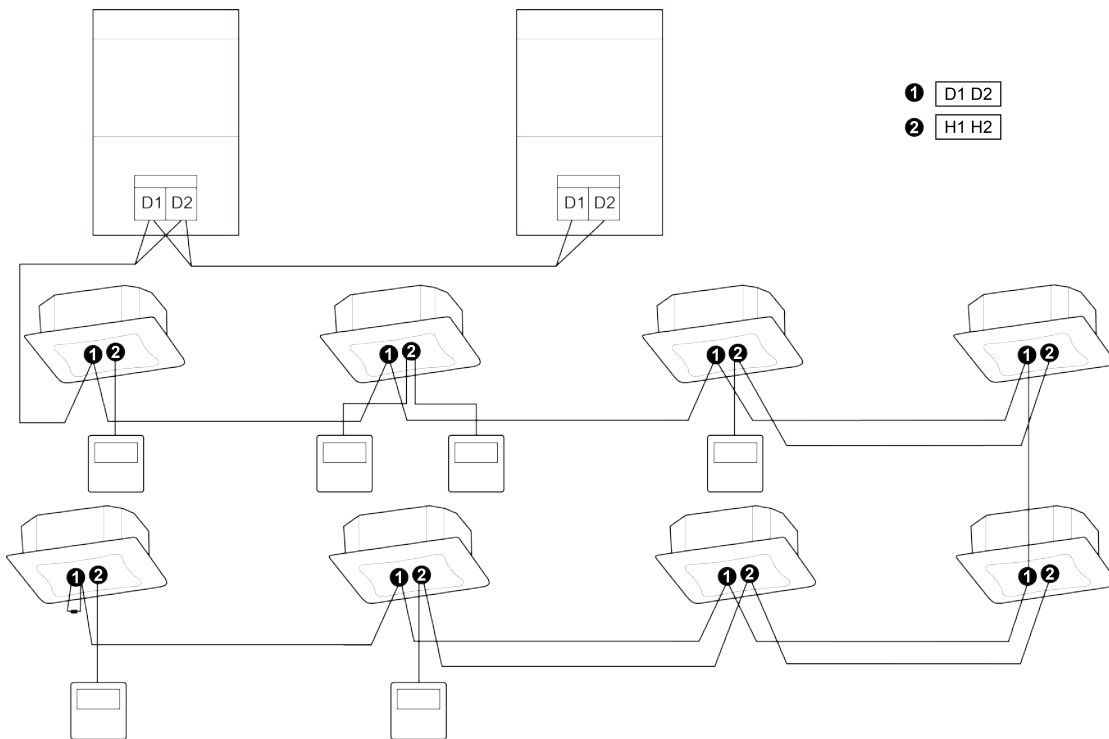

Fig.5.5
- (1) El cable de comunicación de la unidad interior y la unidad exterior (o unidad interior) se conecta a D1, D2.
- (2) El control cableado se conecta a H1, H2.
- (3) Una unidad interior puede conectar dos controles cableados, que deben configurarse como maestro y esclavo.
- (4) Un control cableado puede controlar como máximo 16 unidades interiores al mismo tiempo (como se muestra en la Fig.5.5).